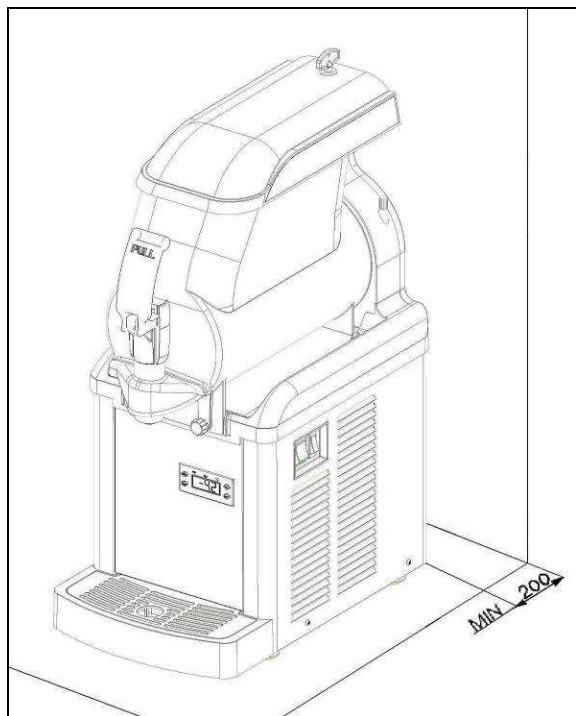

Fig. 2
b) Appoggiare l'apparecchio su una superficie orizzontale e solida facendo in modo che la carrozzeria dell'apparecchio sia ben areata (almeno 20 cm di spazio libero, fig.2), installare l'apparecchio in un ambiente asciutto ed evitare di installarlo vicino a fonti di calore. **La temperatura ambiente di utilizzo macchina deve essere compresa tra i 24°C e i 32°C.**